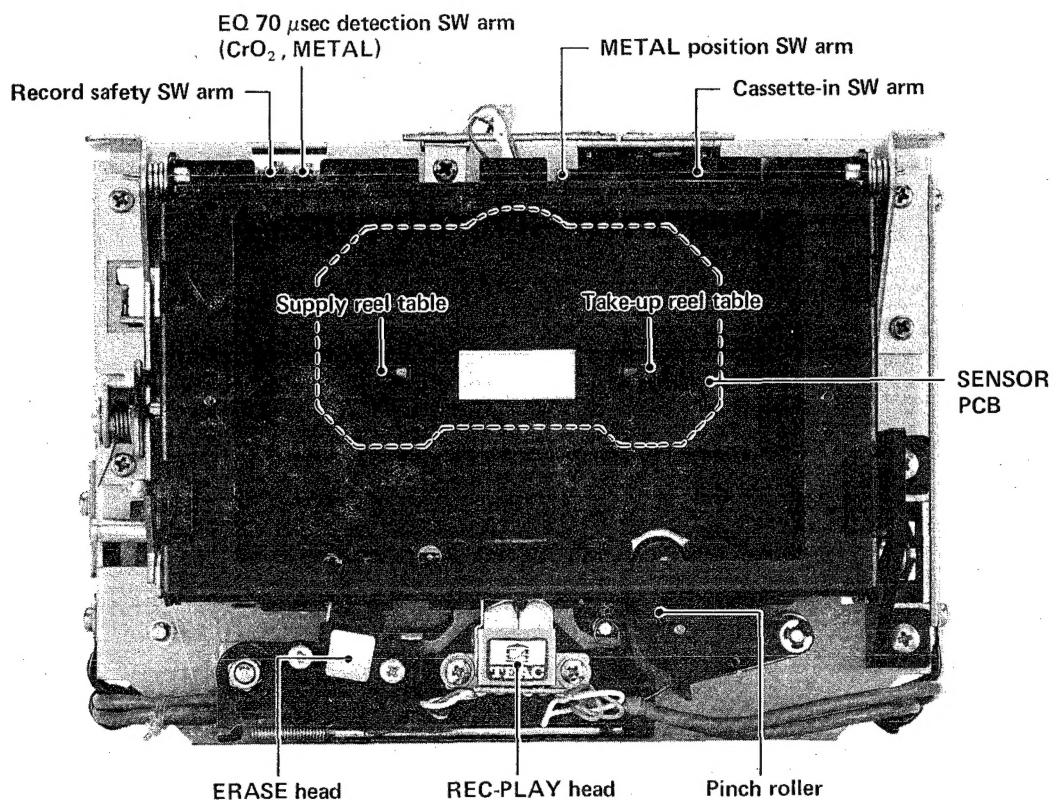

Fig. 3-2 Transport front view トランスポート前面図
1. While pushing up the cassette-in sensor arm with the cassette holder shut (Fig. 3-2), activate the play mode. Keep the sensor arm pushed up during measurement.
1. カセット・ホルダを閉じた状態で、カセットイン・センサ・アーム（図3-2）を上方に押して、プレイ・モードにする。測定中、センサ・アームは上方に押し続けること。